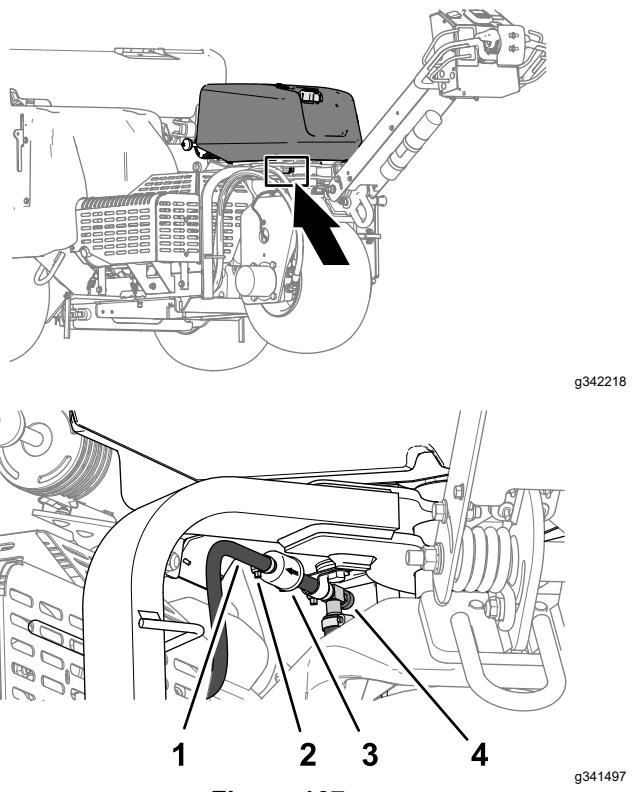

Figura 167
2. Cierre la válvula de cierre del combustible (Figura 167).